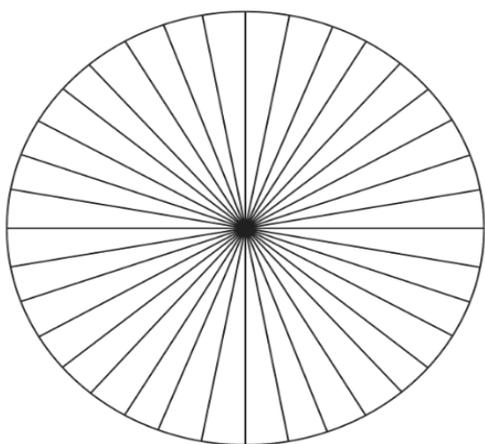

Рис. 2.25. Заполнение настилом
3. Заполнение настилом. Каждую точку окружности соединяют с центром. Получается нечто вроде «одуванчика». Ближе к центральной точке нити лежат гуще, а ближе к дуге разреженно (рис. 2.25).